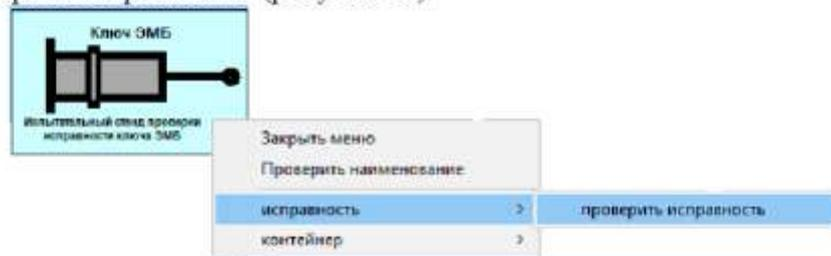

Рисунок 19. Контекстное меню проверки исправности ключа ЭМБ
4) Щелкнуть правой кнопки мыши по элементу «Испытательный стенд проверки исправности ключа ЭМБ» и в меню выбрать «Исправность» → «Проверить исправность» (рисунок 19).